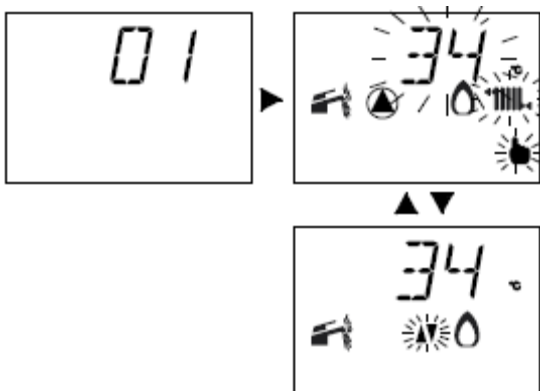

рис. 9.10
• Активирование «Трубочиста» отображается на дисплее LCD через поочерёдное возгорание символов, как показано на рис. 9.10.